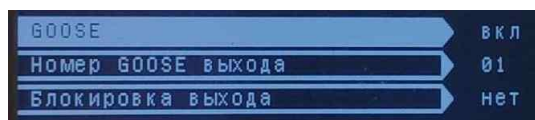

Рисунок 15 – Параметри GOOSE
**2.1.12. «Конфігурація GOOSE»** - підрозділ призначений для конфігурування параметрів GOOSE (див. рисунок 15).